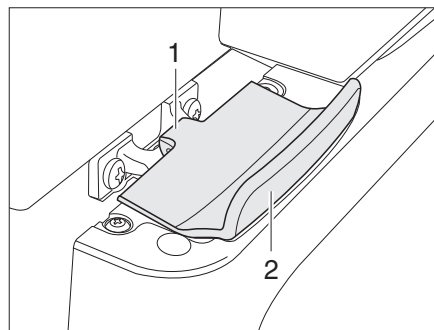

Fig. 332 Dispositif de verrouillage de la porte du réfrigérateur, fermé (Thetford)
- Ouvrir la porte du réfrigérateur sur la poignée (Fig. 332,2). Le verrouillage (Fig. 332,1) sera débloqué automatiquement.